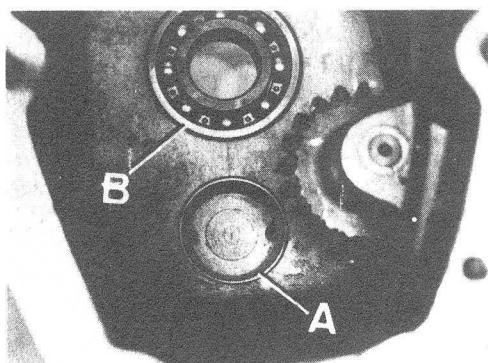

Fig. C1-117 Cárter caja de velocidades
- 2.2. Montar sobre el cárter de la caja la pista exterior, A (Fig. C1-117) del rodamiento trasero del eje intermedio, hasta que haga tope en el fondo de su alojamiento.